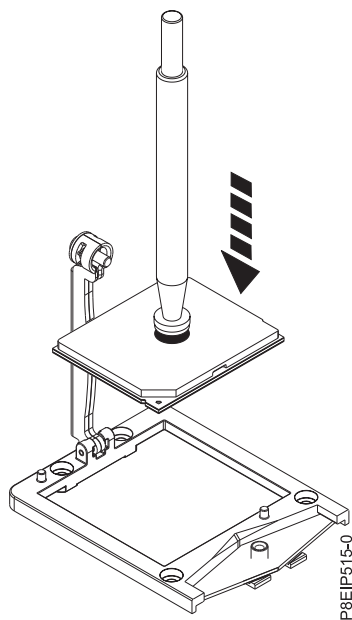

図 37. プロセッサをソケットに下ろす
- a. ペンとシステム・プロセッサ・モジュールをソケットの上を下ろします (39 ページの図 37 を参照)。プロセッサの斜めになっている角を、ソケットの斜めになっている角に位置合わせします。プロセッサを傾けないように注意して、ツールを水平に下ろします。